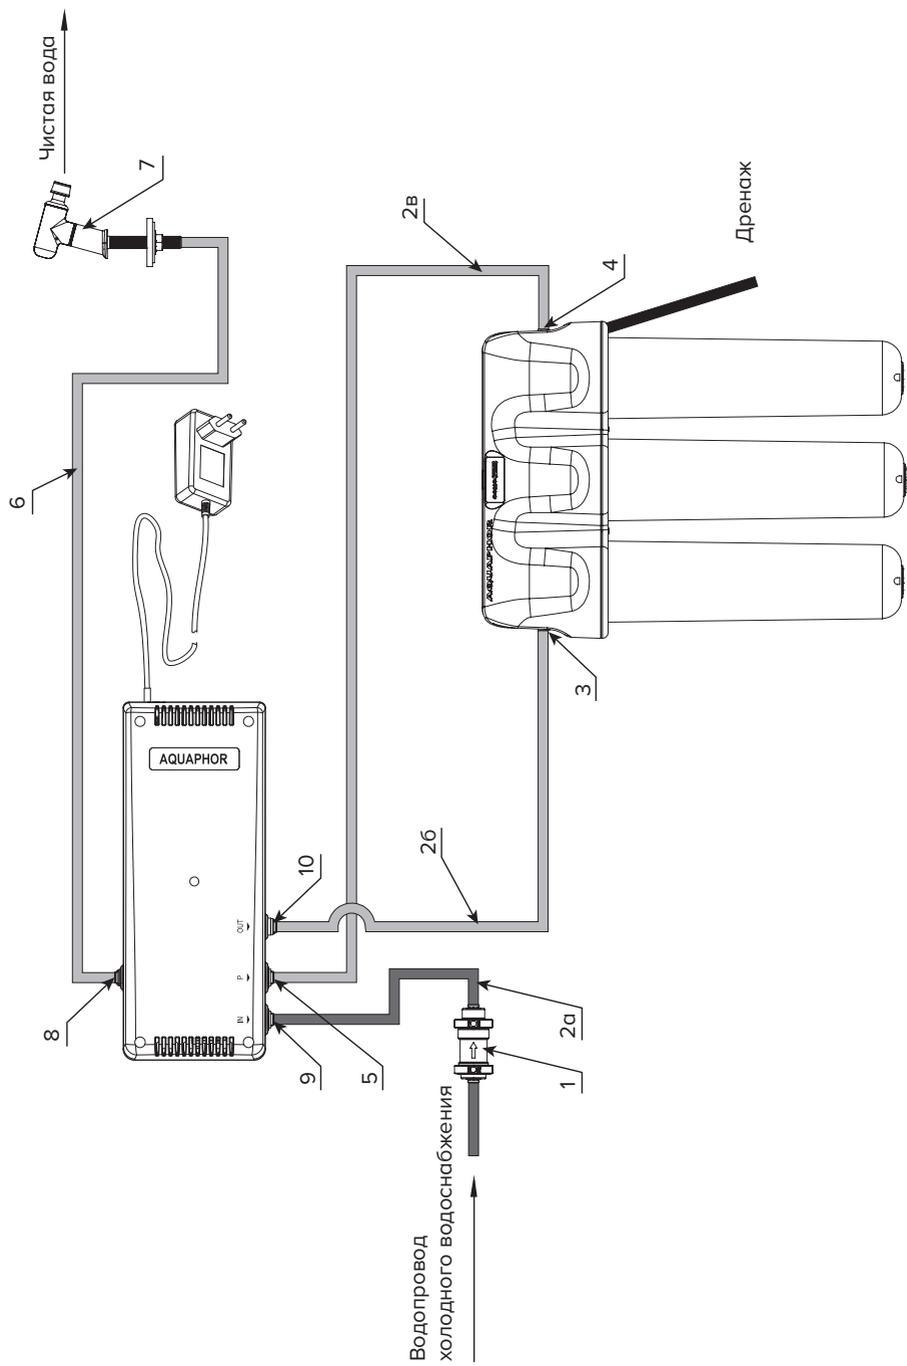

Рисунок 7. Схема подключения КПД к автомату питьевой воды Аквафор DWM-312S Pro
ПОДКЛЮЧЕНИЕ КПД К АВТОМАТУ ПИТЬЕВОЙ ВОДЫ АКВАФОР DWM-312S Pro (рис. 7)
- Извлеките трубку (6) из штуцера (4).
- Подключите собранный редуктор с трубкой (1), входящий в комплектацию КПД, к штуцеру входного крана (водопровод холодного водоснабжения). Убедитесь, что направление стрелки на корпусе редуктора соответствует показанному на рис. 7. После чего трубку (in) (2а) подсоедините к свободному выходу редуктора (1), другой конец трубки подсоедините к штуцеру (9) КПД.
- Подключите трубку (out) (2б) к входному штуцеру DWM (3), другой конец трубки подсоедините к штуцеру (10) КПД.
- Подключите трубку (2в) к штуцерам (4) и (5).
- Подключите трубку (6), входящую в комплектацию DWM и идущую от наконечника для чистой воды (7), к штуцеру (8).